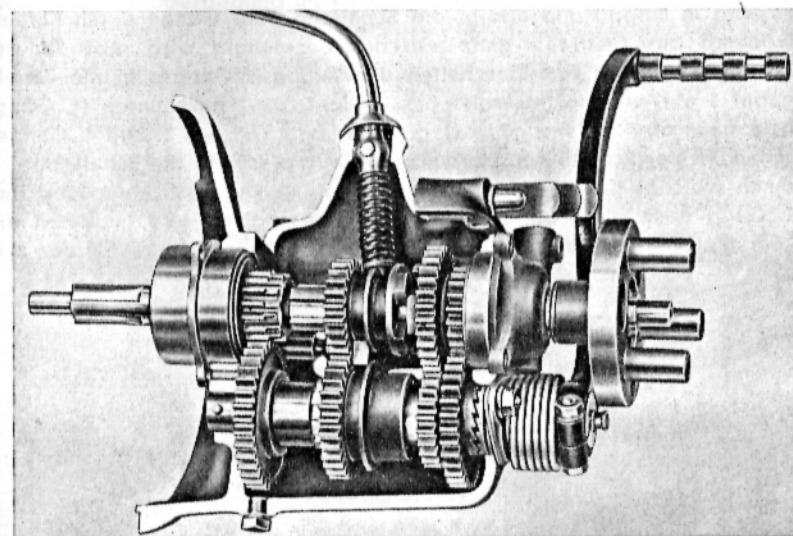

Abb. 27. Getriebe der R 2-Maschine
a) Getriebe der R 2-Maschine. Dieses hat drei Gänge und zwei Leergangstellungen. Sämtliche Zahnräder, auch die des zweiten Ganges, sind ständig in Eingriff, sämtliche Gänge werden durch Klauen geschaltet, deshalb größte Schonung beim Schalten. Die als Keilwelle ausgebildete Hauptwelle liegt in gleicher Mittelachse wie die Kurbelwelle und ist vorn mit ihrem zylindrischen Zapfen in der Antriebswelle und hinten in einem Kugellager gelagert. Die Antriebswelle läuft im Getriebe in einem Kugellager und am vorderen Ende im hohlgebohrten Kurbelwellenzapfen. Unter der Hauptwelle ist die Nebenwelle auf einer feststehenden Achse mit Bronzebüchsen gelagert. Abb. 27.
Zum **Antreten des Motors** dient ein Fußanwerfhebel. Bei der **R 2-Maschine** bewegt sich der Fußanwerfhebel senkrecht zur Radlängsmittalebene. Er überträgt die eingeleitete Drehbewegung auf eine Welle, die an ihrer Stirnseite mit Klauen versehen ist und beim Abwärtstreten des Anwerfhebels in die Klauen eines Zwischenrades eingreift, das drehbar auf der Nebenwelle gelagert ist und in ein Stirnrad auf der Hauptwelle eingreift, das mit dem Stirnrad des kleinen bzw. ersten Ganges ein Stück bildet. Eine starke Feder hält den Fußanwerfhebel in seiner oberen Stellung fest bzw. zieht ihn nach Gebrauch immer in diese zurück, wodurch gleichzeitig die Klauen der Übertragungs- welle außer Eingriff gebracht werden. Abb. 27.